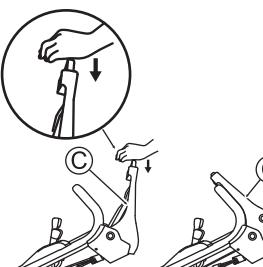

Fig. 17
- Poussez le Levier de la lame (C) vers l'avant tout en appuyant sur son bouton rouge. (Voir Fig. 17)